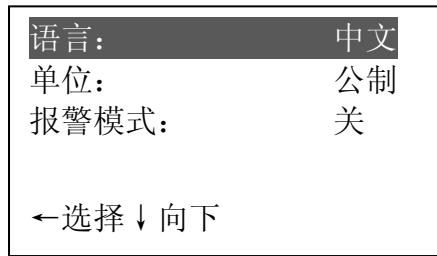

图 21
- c. 用↑或↓键选中系统设置，按←键进入（如图 21）
如果要关闭报警功能，则在图 21 的界面中选择报警模式项，按←键关闭该功能即可。当打开报警功能时，退出设置后显示屏上有蜂鸣器图标指示。
- c. 用↑或↓键选中系统设置，按←键进入（如图 21）。
如果要关闭差值功能，则在图 21 的界面中选择差值模式项，按←键关闭该功能即可。
- 用↑或↓键选中系统设置，按←键进入（如图 21）。
- c. 用 **↑** 或 **↓** 键选中 **系统设置**，按 **←** 键进入（如图 21）。